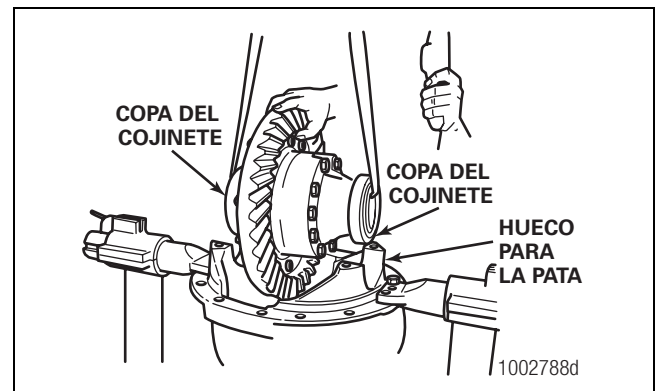

Figura 5.32
5. Instale las copas del cojinete sobre los conos del cojinete en las medias cajas. Figura 5.32.
6. De manera segura, levante el conjunto del diferencial y la corona e instálelo en el portadiferencial. Las copas de los cojinetes deben calzar en forma plana en los huecos entre las patas del portadiferencial. Figura 5.32.